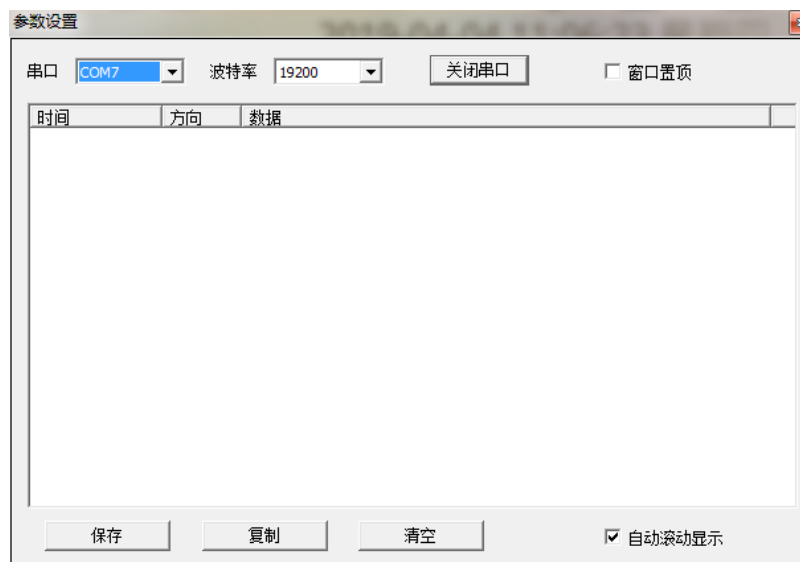

图 4-12 虚拟串口配置
1. 设置虚拟串口屏的“串口”为 COM7、“波特率”为 19200（波特率与 COMDEBUG.ini 配置文件中的波特率一致），然后点击“打开串口”，如图 4-12 所示。